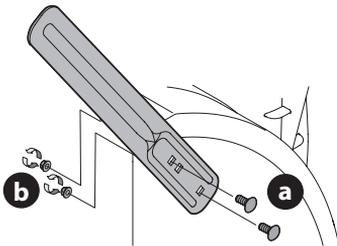

Figura 43
1. Retire los dos pernos del carro (a) y las tuercas de seguridad (b) que sujetan cada cortador de desplazamiento de nieve y retírelos de los lados de la caja de la barrena (Figura 43).
1. Gire los cortadores de desplazamiento de nieve y posícionelos según se muestra en la Figura 43 hacia el exterior de la caja de la barrena.